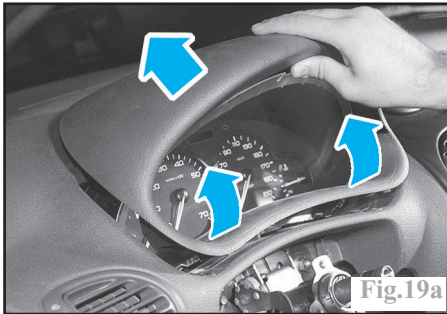

Fig.19a
- tirer sur la partie inférieure de la visière pour la dégrafer puis dégrafer la visière (Fig.19a).